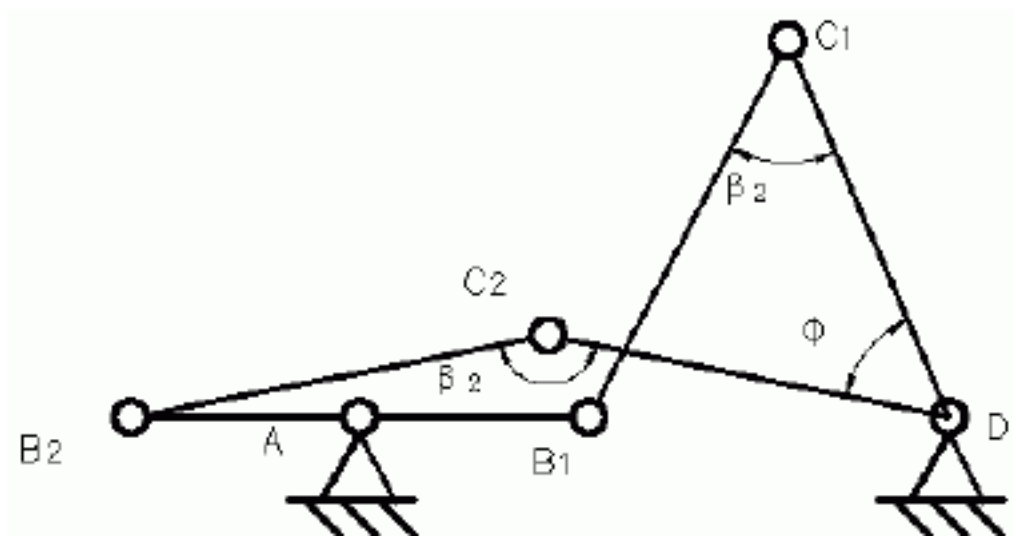

图 2
(3) 最小传动角 γ_{\min} 出现在 AB 与机架 AD 重合位置（分正向重合、反向重合）如图 2。